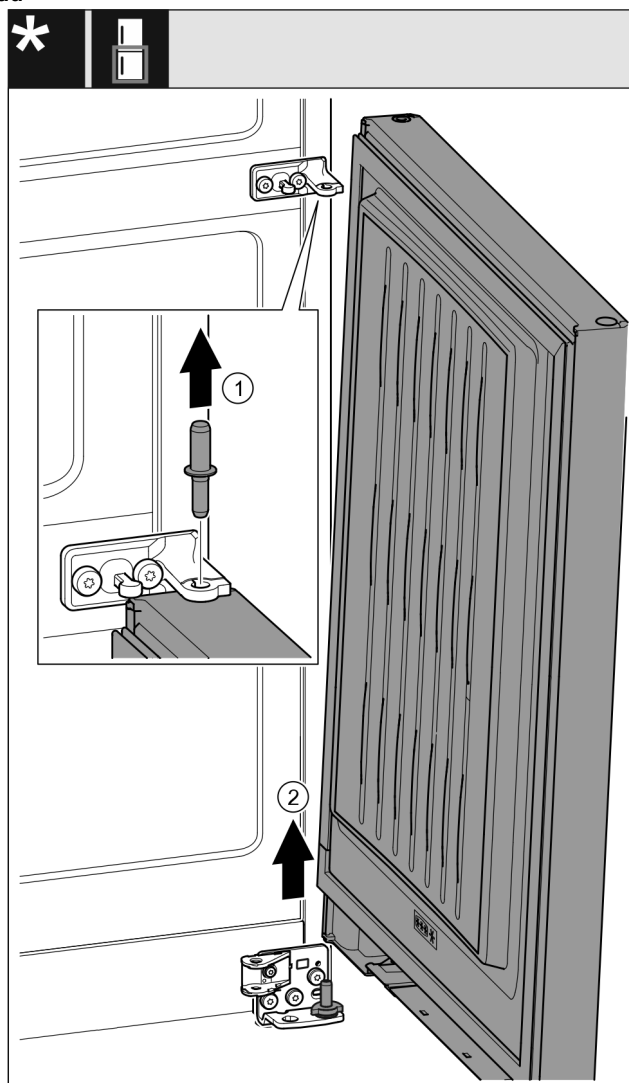

Fig. 22 Cu amortizor de închidere*
- ▶ Extrageți în sus bolțul Fig. 22 (1)*.
- ▶ Pivotați ușa Fig. 22 (2) în exterior, trageți în sus și așezați-o în lateral.*